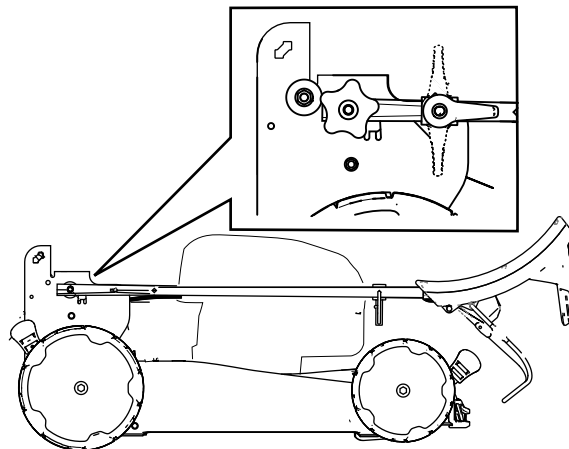

Figura 22
- Plii mânerul în față, către poziția înainte completă, așa cum este ilustrat în Figura 22.